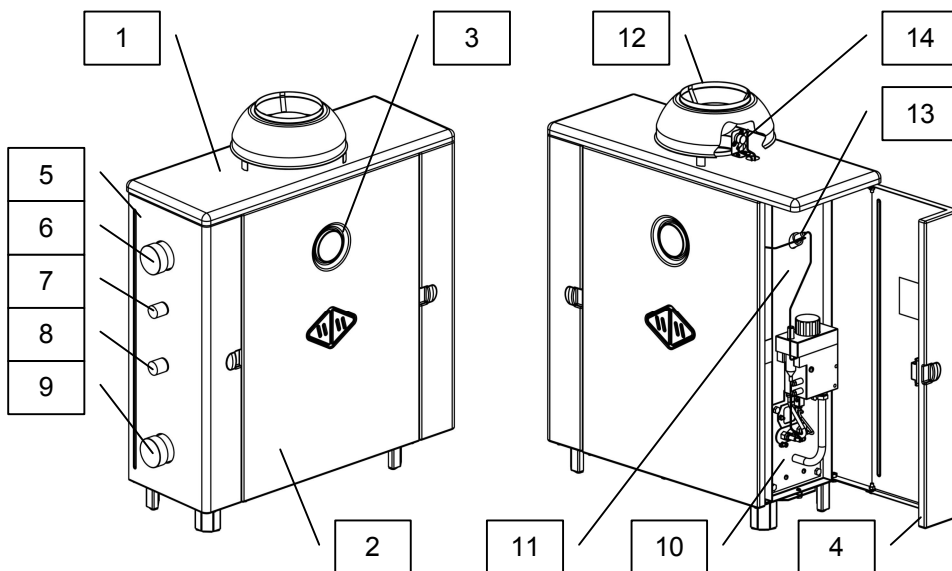
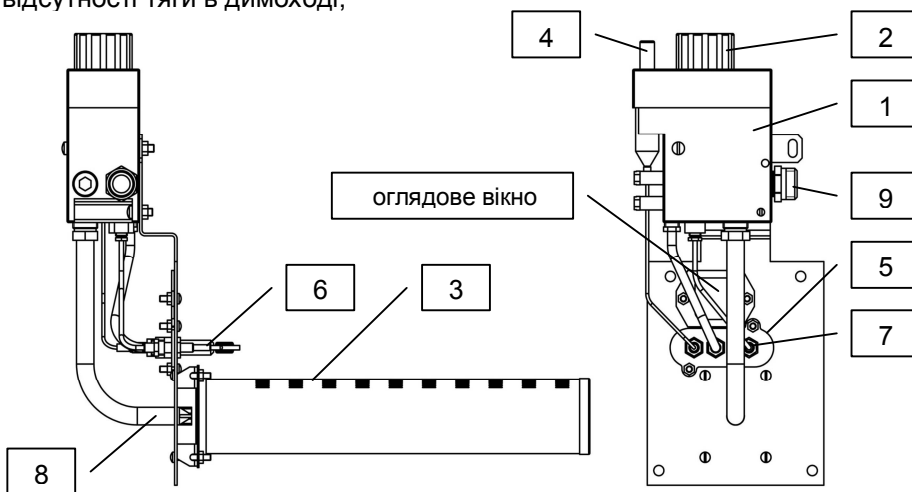
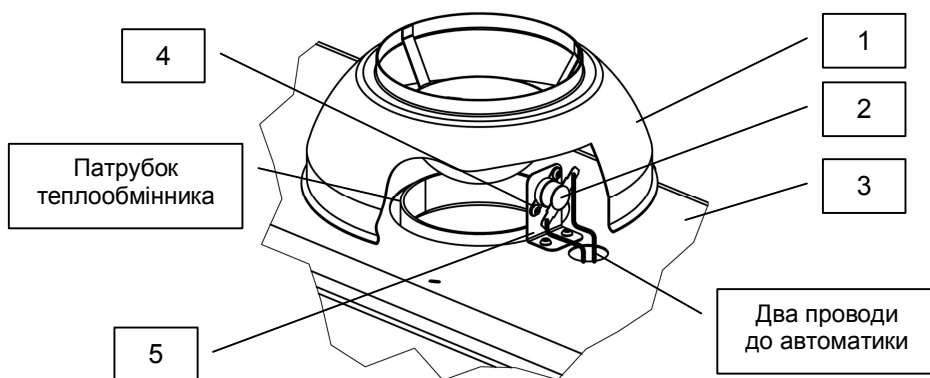

Рис.1 – будова апарата
Рис.2 – Газопальниковий пристрій апарата
Рис.4 - установка датчика тяги
- При засміченні отвору ежектора рис.2, поз.8, що подає газ в основний пальник, необхідно, при вимкненій автоматиці перекрити подачу газу до апарата, від'єднати газову магістраль і демонтувати газопальниковий пристрій (рис.2). Потім зняти основний пальник рис.2, поз.3. і м'якою проволокою $d = 1\text{ мм}$. прочистити отвір в ежекторі не порушуючи при цьому його діаметра.
5.1 Апарат виконаний у вигляді підлогової шафи, бічна сторона якого з правого (у апарата правого виконання) або лівого боку (у апарата лівого виконання) закрита дверцятами, яка відкривається та забезпечує доступ до газопальникового пристрою, призначеному для запуску і зупинки апарата, а також, управління режимами опалення. В апаратах АКГВ всередині теплообмінника додатково встановлено мідний змійовик для забезпечення гарячим водопостачанням (ГВП). Основні частини апарата представлені на рис.1.
5.2 Газопальниковий пристрій апарата (рис.1, поз.10) - рис.2, призначений для подачі газу до основного і запального пальників, регулювання температури води в контурі опалення, а також, автоматичного відключення газу при:
5.3 Управління апаратом здійснюється за допомогою кнопок, розташованих на автоматичі «EUROSIT 630»: кнопки п'єзорозжигу - рис.2, поз. 4 і ручки - кнопки терморегулятора рис.2, поз. 2.
5.4 Верхня кришка облицювання апарату рис.4, поз.1 (рис.1, поз.1) встановлена на 2-х захватах рис.4, поз.2, які входять в зачеплення з кронштейнами поз. 3 кріплення передньої облицювальної панелі рис.1, поз. 2 і 2-х фіксаторів положення рис.4, поз.4, які вставлені в пази кронштейнів поз. 5.
- припідняти задню сторону кришки до виходу язичків фіксаторів поз.4 з пазів кронштейнів поз.5 (рис.4, фото1);
- утримуючи кришку облицювання в похилому положенні, висунути її в сторону патрубків системи опалення і підняти вгору (рис.4, фото 2);
6.6 До монтажу апарата, відповідно до рис.4, встановіть датчик тяги поз.2, необхідний для переривання електричного кола і припинення горіння у випадках появи «зворотної» тяги, засмічення димоходу і т.д.
6.10 В стакан в верхній частині бічної стінки апарата необхідно залити веретенне масло, не виймаючи при цьому термобалони від автоматики і термометра рис.1, поз.13, вставлених в нього. Рівень масла, в процесі експлуатації, необхідно контролювати не рідше 1 разу на місяць і при необхідності доливати.
7.2 Для включення апарата необхідно відкрити газовий кран на газопроводі. Починаючи з позиції Виключено «•», поверніть ручку терморегулятора (поз.2, рис.2) в позицію розпалювання «*». Натисніть і утримуйте ручку терморегулятора після чого натискайте на кнопку п'єзорозпалу до тих пір, поки від іскри не займеться розпалювальний факел. Після загоряння утримуйте ручку терморегулятора протягом 20 ... 30 секунд. Відпустіть ручку терморегулятора і перевірте, що розпалювальний факел залишився горіти. Якщо він погас, повторити операцію знову до появи стійкого полум'я. Поверніть ручку терморегулятора на відмітку, що відповідає необхідній температурі, після чого повинен спалахнути основний пальник. Для того, щоб завжди горів тільки розпалювальний факел, поверніть ручку терморегулятора з позиції обраної температури в позицію розпалювання «*».
7.3 У випадку несправності п'єзорозпалу, необхідно зняти скло оглядового вікна (рис.2) і запалити запальний пальник (поз.5, рис.2) іншими засобами.